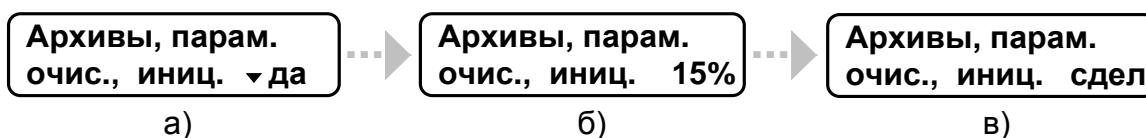

Рис.9. Вид окон индикации при инициализации ТВ.
**иниц.** установить значение **да** (рис.9а) и нажать кнопку . После чего в правом нижнем углу окна начинается отображение уровня завершения операции в процентах (рис.9б). При этом ТВ не реагирует на нажатие кнопок.
После завершения инициализации отобразится сообщение, показанное на рис.9в.